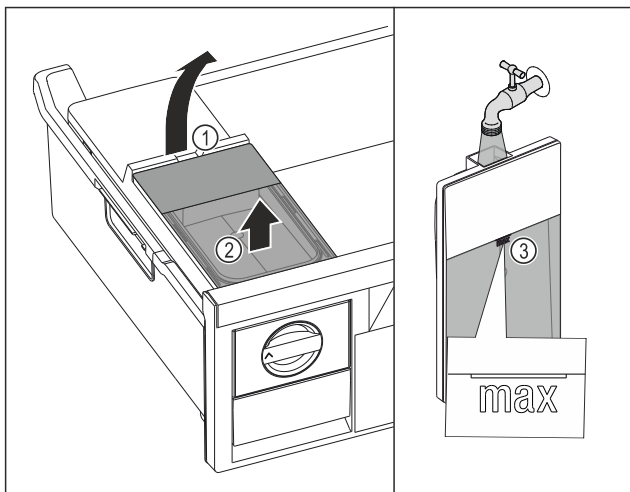

Fig. 98
- Zvedněte nádržku na vodu za vybrání Fig. 98 (1).
- Vyjměte nádržku na vodu nahoru. Fig. 98 (2)
- Naplňte nádržku na vodu pitnou vodou až po značku Fig. 98 (3).